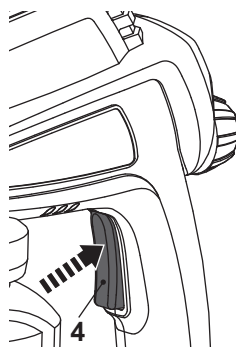

Fig. 3
- > Pulse el interruptor ON/OFF (encendido/apagado) (4) para encender el producto (Fig. 3).
- > Suelte el interruptor de ON/OFF (encendido/apagado) (4) para apagar el producto.